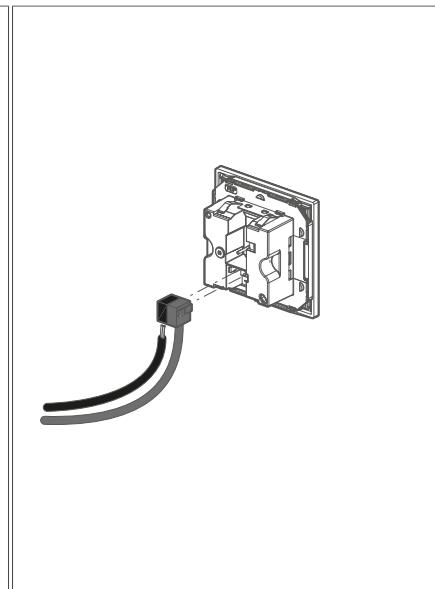

Bild 20: KNX-Busanschlussklemme abziehen
- ③ KNX-Busanschlussklemme vom Gerät abziehen (siehe Bild 20).
- ④ Optional: Anschlussklemme des Temperaturfühlers abziehen.